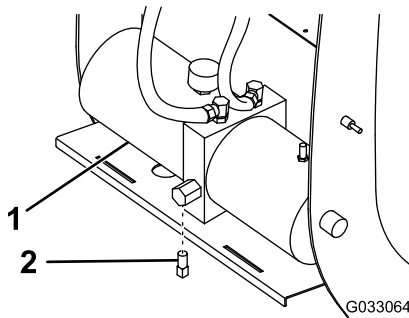

Bild 40
5. Reinigen Sie den Bereich um die Ablassschraube (**Bild 40**).